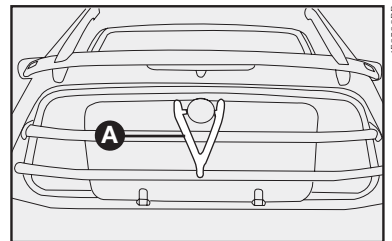

fig. 93
- introduzir o vidro do teto solar, com a manivela de basculamento voltada para o compartimento de carga, no espaço existente entre o vidro traseiro e a grade de proteção, fazendo-o deslizar por entre as guias existentes para esta finalidade **fig. 93**;
- fixar o vidro do teto solar à grade de proteção por meio da correia de borracha **A-fig. 93** (localizada na bolsa de ferramentas), conforme indicado.